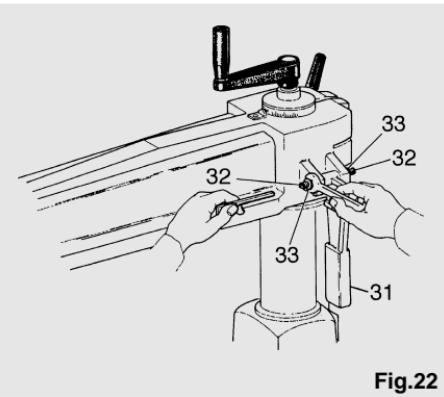

Fig.22
- Til de blokkeerhendel van de arm op (31) (zie de afbeelding 22).
- Draai aan de afregelmoertjes (32) zodat de hendel verplaatst wordt en de gevonden afwijking verdwijnt.
- Zet de wighendel weer omlaag en draai de borgmoeren vast (33).